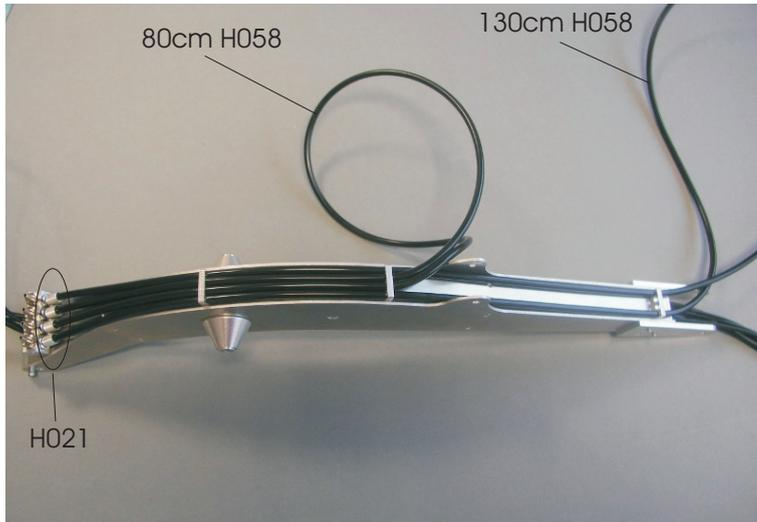

Bild 25
Fädeln Sie bitte die Schläuche, wie in Bild 25 gezeigt, durch die Schlauchhalter und und schließen sie an dem Nippelblock (I) an.